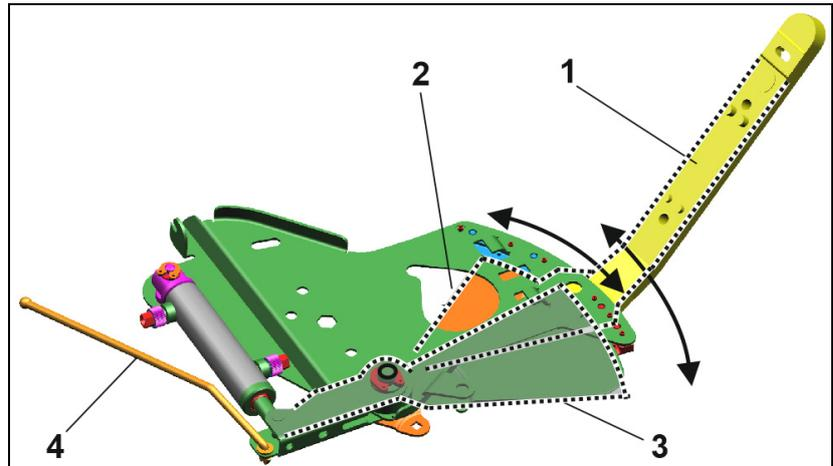
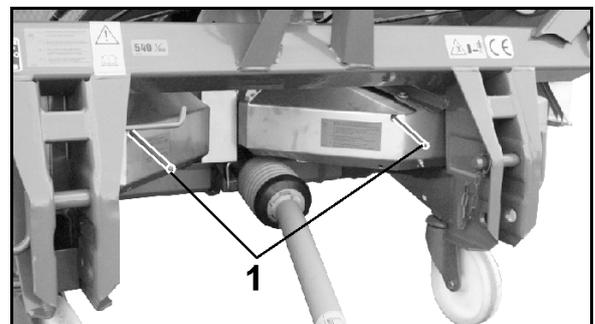

图 21
图 22
- 可用操纵杆（图 21/1）调节开口（图 21/2）的不同开口尺寸手动设置撒肥量。用操纵杆（图 21/6）调节不同的开口（图 21/3）尺寸手动进行设置。每次所需的滑门位置可查看撒肥表或者用量盘测得。
滑门（图 22/3）用于打开和关闭开口，并可独立进行液压控制。
滑门杆（图 22/1, 图 21/4）伸出时，滑门打开。